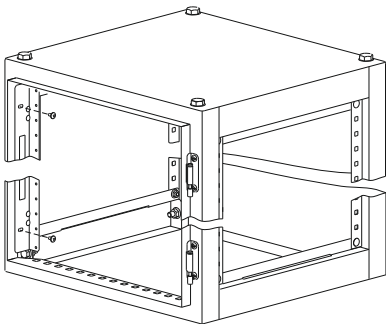

Рисунок 23
17.1 Приложите уголок вертикальный рамы под панели ЛГ/ЛМА к стойке передней рамы и закрепите винтами М4×8 в четырёх местах (рисунок 23).